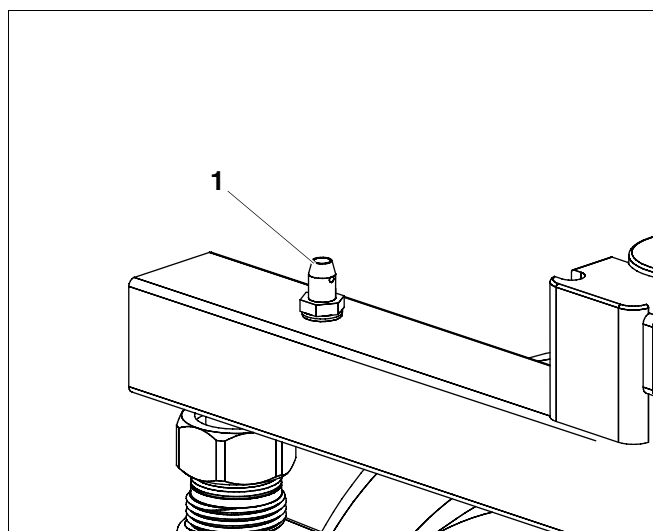

Fig. 15 Mesure de la pression d'écoulement du gaz
- Desserrez la vis sur l'embout de mesure (fig. 15, pos. 1) d'un demi-tour à un tour complet à l'aide d'un tournevis.